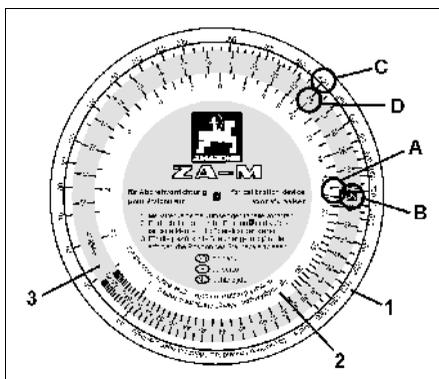

Fig. 37
- Prendere il disco di calcolo **per il sistema di calibrazione**. Trovare sulla scala (Fig. 37/2) per il materiale raccolto [kg] la cifra "**17,5**" (Fig. 37/A) ed allineare con la posizione "**K**" (Fig. 37/B) sulla scala colorata (Fig. 37/3).
- Guardare alla quantità di spandimento desiderata (**400 kg/ha**) (Fig. 37/C) sulla scala delle quantità (Fig. 37/1) e leggere la posizione che le saracinesche devono avere "**23**" (Fig. 37/D).